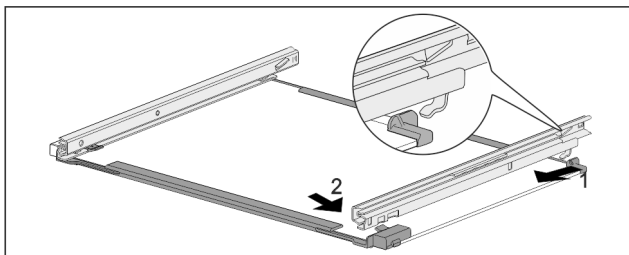

Fig. 175 Placa de vidrio con guías
- ▶ Enganche la guía por detrás. Fig. 175 (1)
- ▶ Encastre la guía por delante. Fig. 175 (2)